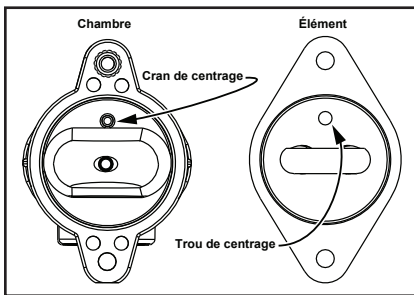

Figure 21 - Cran de la chambre, trou de centrage de l'élément.
**2** Mettre l'élément en place en alignant le trou de centrage de l'élément et le cran de la chambre. Attacher l'élément en serrant les vis du support de fixation en alternance. NE PAS trop serrer les vis. Voir Figure 21.